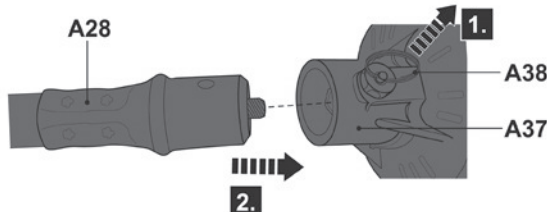

Fig. 7
- > Levante el pasador de retención (A38) (Fig. 7, paso 1). Manténgalo hacia arriba.
- > Inserte el extremo plano del tubo flexible (A28) por completo en el puerto de conexión (A37) con el orificio hacia arriba (Fig. 7, paso 2). Asegúrese de que la varilla interior se acopla correctamente dentro del conector cuadrado.